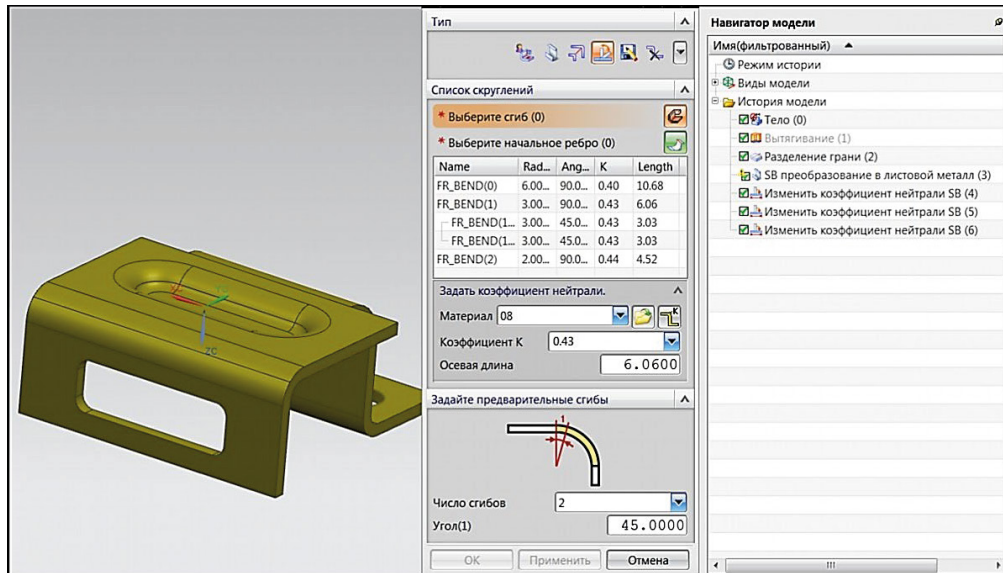

Рис. 3.16. Создание предварительных сгибов
- Создайте сгиб  $FR\_BEND(1)$  за две операции изгиба по  $45^\circ$  градусов каждый. В разделе **Тип** нажмите кнопку **Задать предварительные сгибы**. В **Списке скруглений** выделите сгиб  $FR\_BEND(1)$ . В разделе **Задать предварительные сгибы** в строке **Число сгибов** установите значение 2. В строке **Угол (1)** введите величину 45. Нажмите клавишу **Применить** (рис. 3.16).